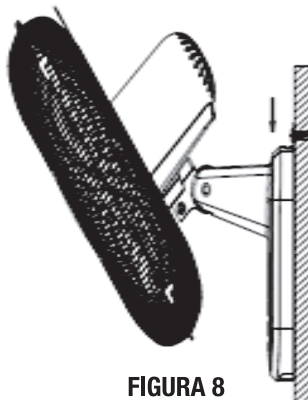

FIGURA 8
2. Utilice un tornillo de explosión (M6*50 mm) con un diámetro de 7,0 mm para introducirlo en dos agujeros, como se muestra en la Figura 8.
3. Desenrosque la tuerca del tornillo de explosión e instálelo en el asiento del ventilador de pared. La columna de tornillo de explosión, como se muestra en la Figura 8.